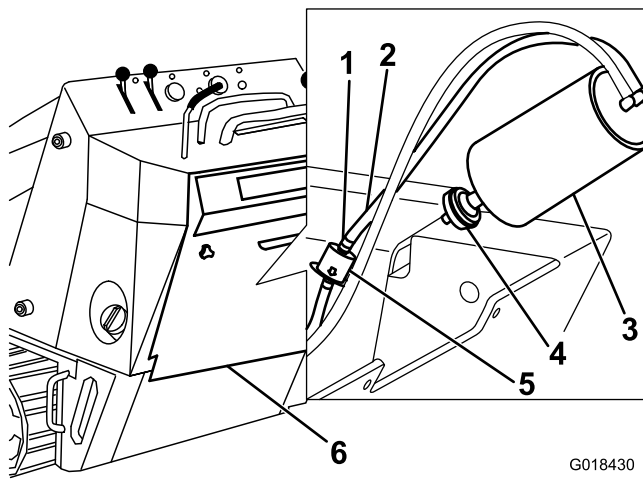

Figure 36
3. Déposez le filtre à air et mettez-le au rebut (Figure 36).
4. Posez un filtre neuf sur la cartouche de charbon actif (Figure 36).
3. Éloignez du filtre les colliers de flexible à ressort de chaque côté du filtre à charbon actif de tuyau de purge (Figure 36).
4. Déposez le filtre de tuyau de purge et mettez-le au rebut (Figure 36).
5. Posez un filtre neuf dans le flexible en orientant la flèche située sur le filtre dans la direction opposée au filtre à charbon actif et fixez-le en place avec les colliers (Figure 36).